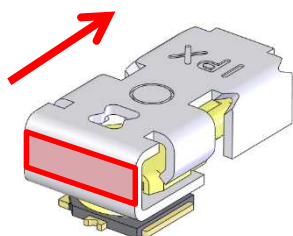

Fig. 5
- ① 下記赤色で示す面に指を当て、矢印方向に押しします。(Fig. 5)